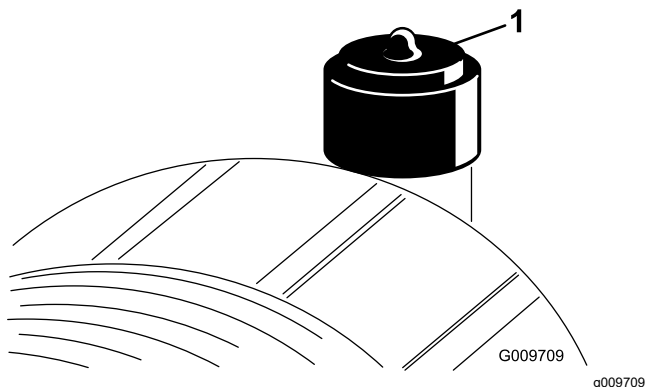

Figura 51
Revise el filtro del limpiador de aire únicamente cuando el indicador de mantenimiento (Figura 51) lo requiera. El cambiar el filtro antes de que sea necesario aumenta la posibilidad de que entre suciedad en el motor al retirar el filtro.
2. Reinicie el indicador (Figura 51) si se ve rojo.